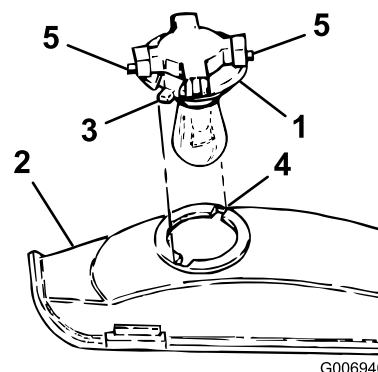

Figure 53
3. Dévissez l'embase d'un quart de tour dans le sens anti-horaire et déposez-la du réflecteur (Figure 53).
4. Alignez ces languettes (Figure 53) et les rainures du réflecteur, introduisez l'embase dans le réflecteur et vissez-la à fond d'un quart de tour vers la droite.